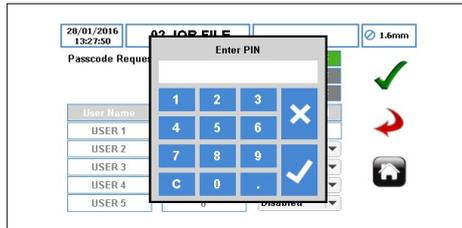

Figure 30 Demande de code d'accès activée
1. DEMANDE DE CODE D'ACCÈS – active les réglages de contrôle d'accès. Lorsque cette option est activée, un mot de passe ADMIN doit être défini. Un clavier apparaîtra alors, comme indiqué à la *figure 30*. Lorsque cette option est désactivée, tous les réglages de contrôle d'accès sont désactivés.